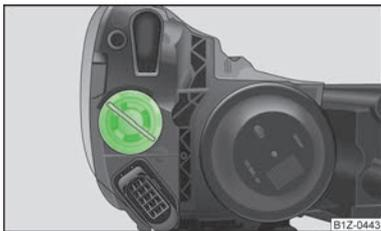

Fig. 161
- Girar el portalámparas en el sentido de la flecha **OPEN (abrir)** y sacarlo junto con la bombilla para la luz intermitente » fig. 161.